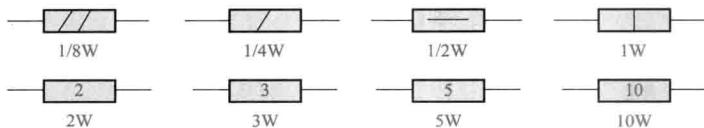

图 1-2 电阻器额定功率的符号表示
(3) 额定功率。额定功率是指电阻器在产品标准规定的大气压和额定温度下, 电阻器长时间安全工作所允许消耗的最大功率。一般常用的有 1/8W、1/4W、1/2W、1W、2W、5W 等多种规格。在使用过程中, 电阻器的实际消耗功率不能超过其额定功率, 否则会造成电阻器过热而烧坏。在电路图中, 电阻器额定功率采用不同的符号表示, 如图 1-2 所示。